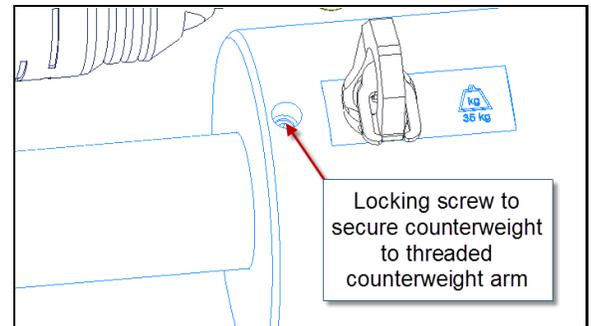

FIGURE 3-29. EMPLACEMENT DES VIS DE BLOCAGE
2. Desserrez la vis de blocage proche du trou de levage (Figure 3-29).